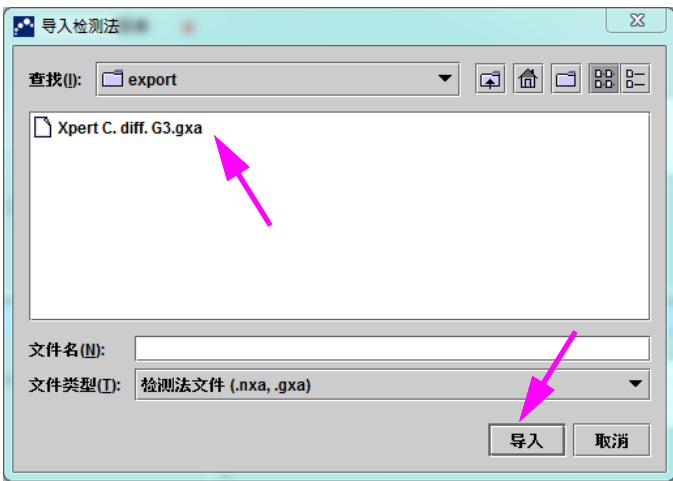

图 2-92. “导入检测法”对话框
- 2. 单击**导入**。出现“导入检测法”对话框。参见图 2-92。
- 4. 导航至 GeneXpert Systems 文件夹。查找和选择检测法定义（. gxa/. nxa）文件，然后点击**导入**。新检测法名称和版本号出现在 Assay（检测法）列表中（在窗口的左侧）和有关检测法的详细信息出现在列表的右侧。请参见图 2-92。